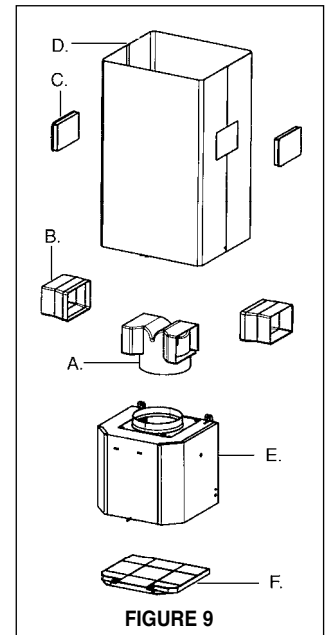

FIGURE 9
Installations sans conduit requièrent le **Kit Pour Conversion Du Conduit (FIGURE 9)**. N'utilisez pas le REGISTRE ROND (N de la FIGURE 1) pour les Installations sans conduit. Jeter le COUVERCLE CHEMINÉE INFÉRIEURE (B de la FIGURE 1) et remplacer avec le couvercle de cheminée inférieure avec trous d'échappement d'air dans le **Kit Pour Conversion Du Conduit (D de la FIGURE 9)**.
Illustré à la FIGURE 9, mettre le DUCTLESS DIVERTER (A) dans l'ouverture d'échappement de la EASY CUBE (E). Mettre le DUCTLESS DIVERTER EXTENSION HORIZONTAL (B) dans le DIVERTER (A).
Pour installations sans conduit, aligner les DUCTLESS DIVERTER EXTENSIONS HORIZONTAL (B de la FIGURE 9) avec les trous d'échappement d'air dans COUVERCLE CHEMINÉE INFÉRIEURE (D de la FIGURE 9) et installer les VENT GRIDS (C de la FIGURE 9).
Pour installations sans conduit, installer le **FILTRE AU CHARBON (F de la FIGURE 9)**.